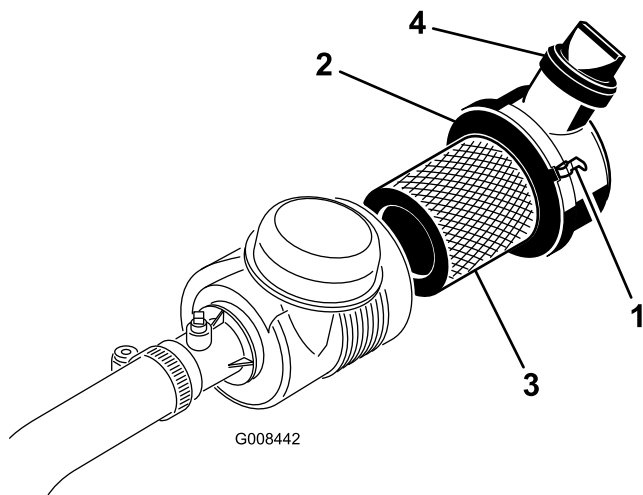

Figura 44
1. Abra los enganches que fijan la tapa del limpiador de aire a la carcasa del limpiador de aire (Figura 44).
6. Vuelva a colocar la tapa y fije los cierres (Figura 44).